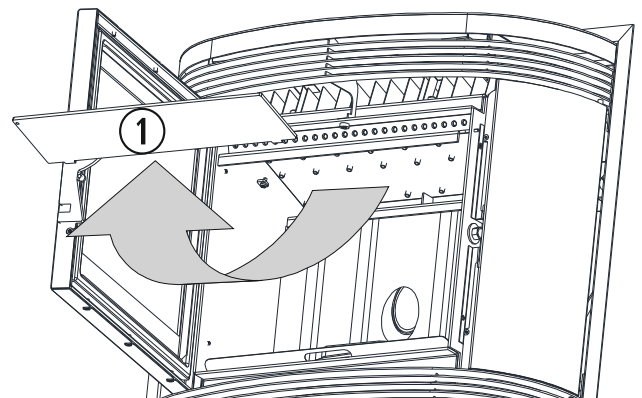

Figura 24
5.6. Nei modelli Atenas ed Eco mini, si deve realizzare un'azione di pulizia a fondo sullo scambiatore di calore, quest'attività verrà ripetuta settimanalmente. Come si vede nella *figura 24* (Eco mini), per avere un miglior accesso allo scambiatore e poter pulirlo in modo esaustivo, dobbiamo spingere in alto la placca superiore del focolare, fino a sfilare le linguette di fissaggio della placca centrale e tirarla. Al termine, collochiamo di nuovo la placca superiore assicurandoci che i piedini restino correttamente incassati.